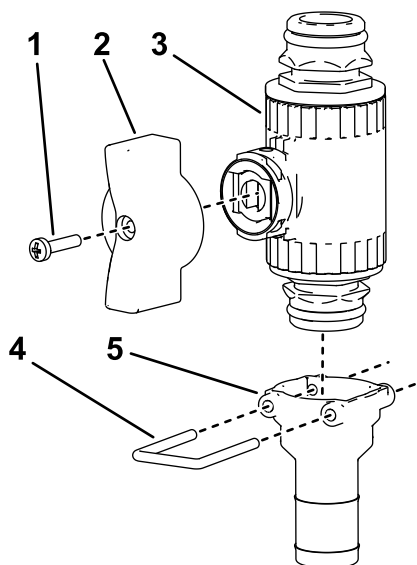

Figura 31
12. Montezi fittingul drept la cealaltă supapă de control dreaptă cu ajutorul opritorului, aa cum se arată în Figura 31.